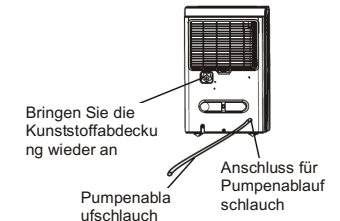

Abb. 11
- Entfernen Sie den Schlauch für kontinuierlichen Ablauf von der Anlage und schrauben am Ablaufanschluss eine Kunststoffkappe im Uhrzeigersinn auf. (Siehe Abb.11)
- Führen Sie den Pumpenablaufschlauch mindestens 15mm tief in den Anschluss für den Pumpenschlauch ein (siehe Abb.11), führen dann